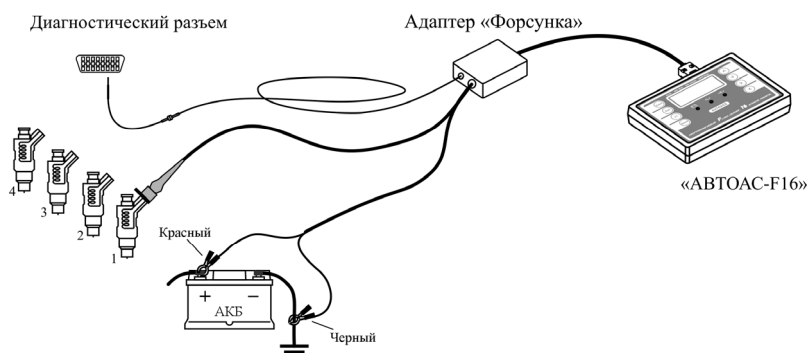

Рис. 26. Схема соединений адаптера «Форсунка» для проведения теста.
4. Подключите разъем адаптера к форсунке N 1. Схема соединений адаптера для проведения теста приведена на Рис. 26.